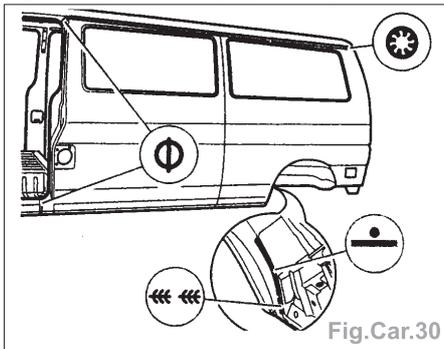

Fig.Car.30
- Effectuer la soudure en bord à bord des lignes de coupe par point sur point sous gaz de protection (Fig.Car.30).
- le passage de roue de l'intérieur - voir agrandissement - à la pointeuse électrique et en cordon discontinu sous gaz de protection (Fig.Car.30),